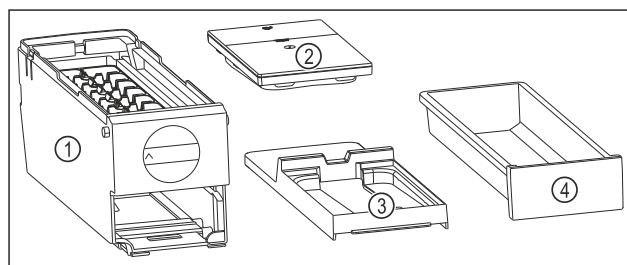

Fig. 147 Súčasti EasyTwist-Ice
- ▶ EasyTwist-Ice je rozložený na štyri časti. (pozri Fig. 147)
- ▶ Rozložte EasyTwist-Ice len na tie súčasti, ktoré sú na obrázku. (pozri Fig. 147)
- ▶ Korpus EasyTwist-Ice Fig. 147 (1) vyčistite ako celok.